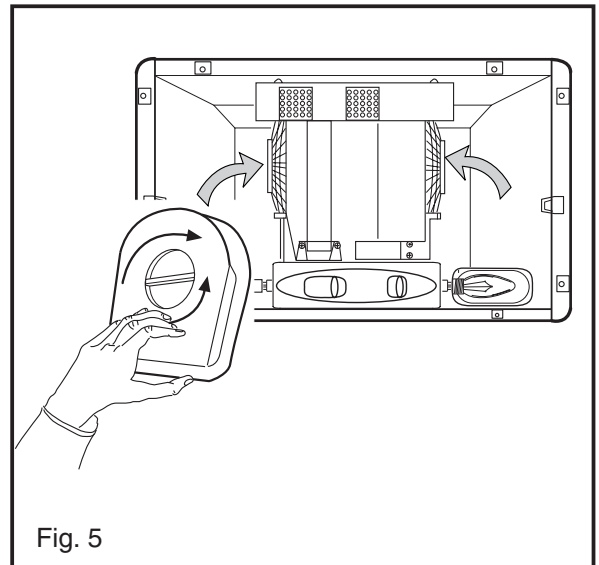

Fig. 5
- d) Stellen sie den Filter (auf jede Seite einen , Bild 5) ein,drehen sie den Hebel im Uhrzeigersinn,bis es sich einklickt.
- c) Drehen sie den Knopf in der Mitte des Kohlenstofffilters im Gegenuhrzeigersinn und ziehen sie ihn aus seiner Position heraus (Bild 5).